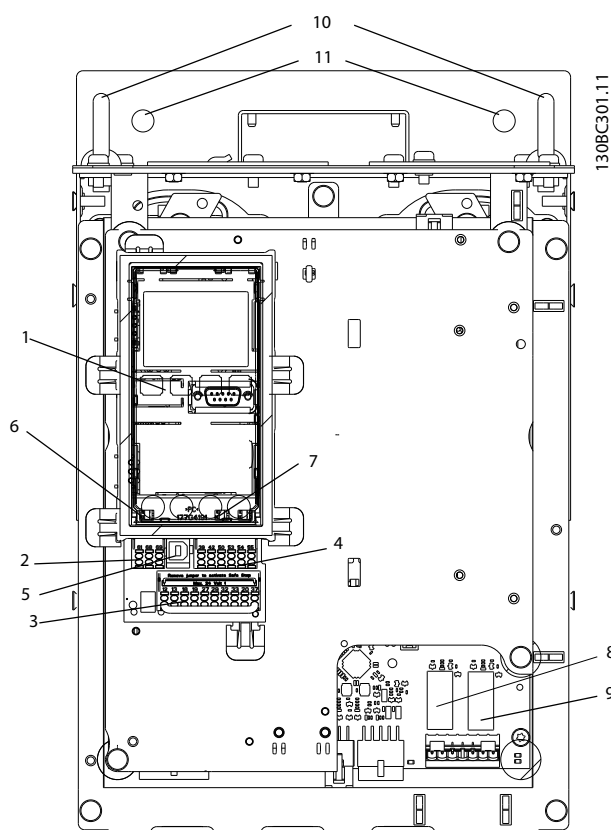

Abbildung 6.61 Lage der Relaisstecker, Pos. 8 und 9
- Entfernen Sie alle Relaisstecker mit der Aufschrift „RELAIS“. Siehe Abbildung 6.61.